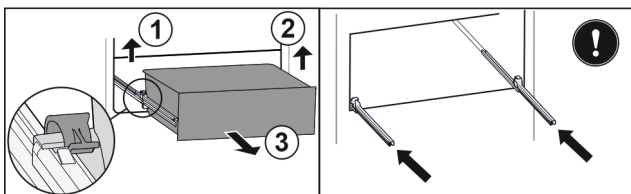

Fig. 29 *
- ▶ Soulever la bride de serrage gauche et tirer dans le même temps le tiroir sur la gauche vers l'avant Fig. 29 (1)*
- ▶ Soulever la bride de serrage droite et tirer dans le même temps le tiroir sur la droite vers l'avant Fig. 29 (2)*
- ▶ Retirer le tiroir par l'avant Fig. 29 (3)*